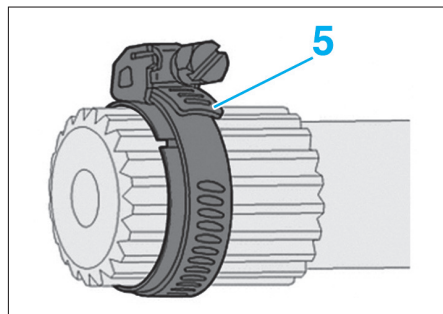

FIG. 8
- Poser le soufflet de transmission neuf (4).
- le jonc d'arrêt (3) neuf.
- Poser un collier (5) sur le jonc pour faciliter l'emmanchement du bol (Fig.8).